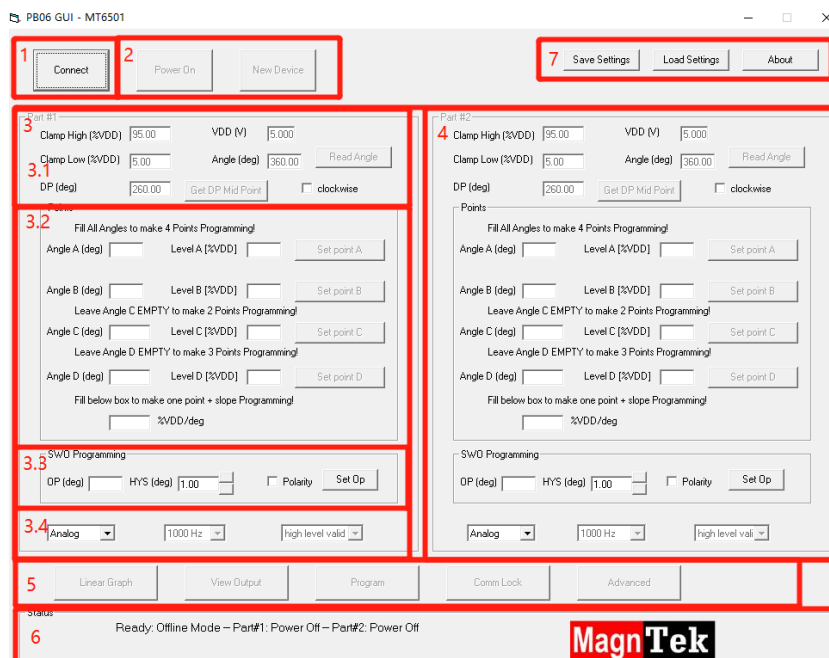

图 5.1.2 双路单电源编程界面
下图 5.1.2 为 PB006 双路单电源编程模式的编程界面。
3、Part #1 及 Part#2 是对两路信号分别做参数设置，此处以 Part1 为例说明，图 5.1.2，Part2 相同操作。
该模式为 MT6501CT 芯片或双电源供电模式的 MT6501GT 芯片编程模式。首先编程器连接 5V 外置电源适配器，同时连接 USB 线至电脑，打开电源开关，两边电源指示灯均被点亮。进入软件安装目录找到“Programmer.exe”文件，双击打开，如下图 5.1.2，选择 Dual Parts Dual Source 按钮，单击即进入编程界面。其中 Dual Parts Single Source 按钮对应的芯片连接 SITE1 与 SITE2 独立使用，编程器接口一对一接对应的接口即可。